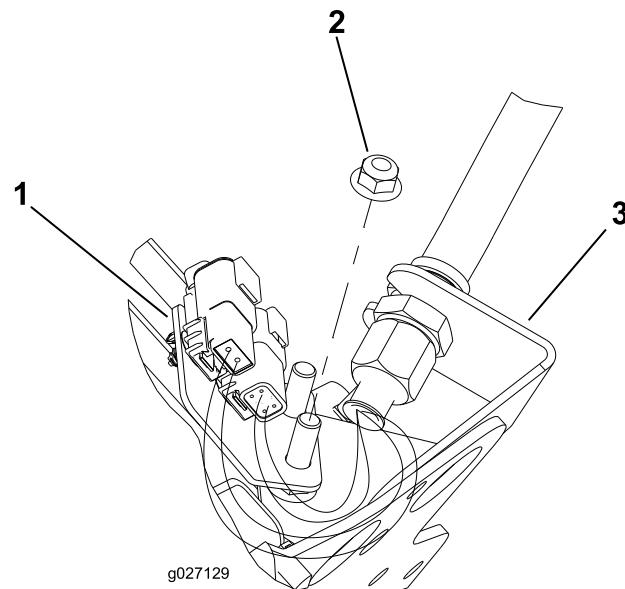
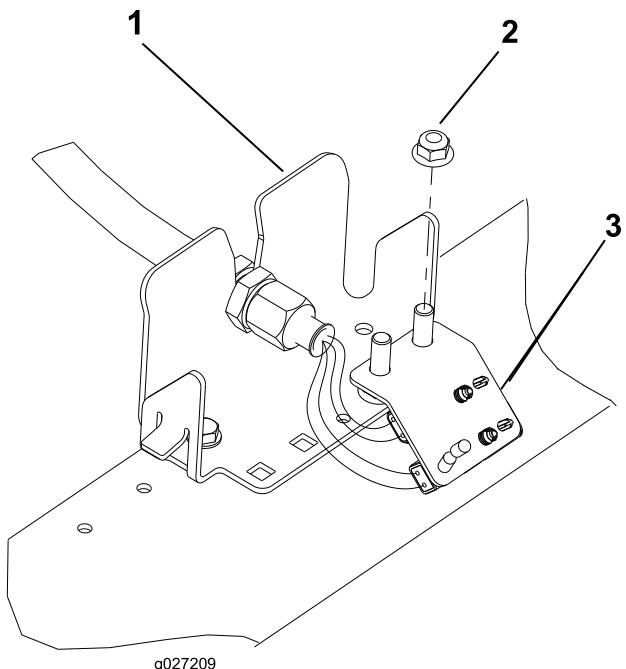

图2
图5
6. 对剩余 (4 个) 隔板位置重复相关步骤, 如 图2 至图5 所示。